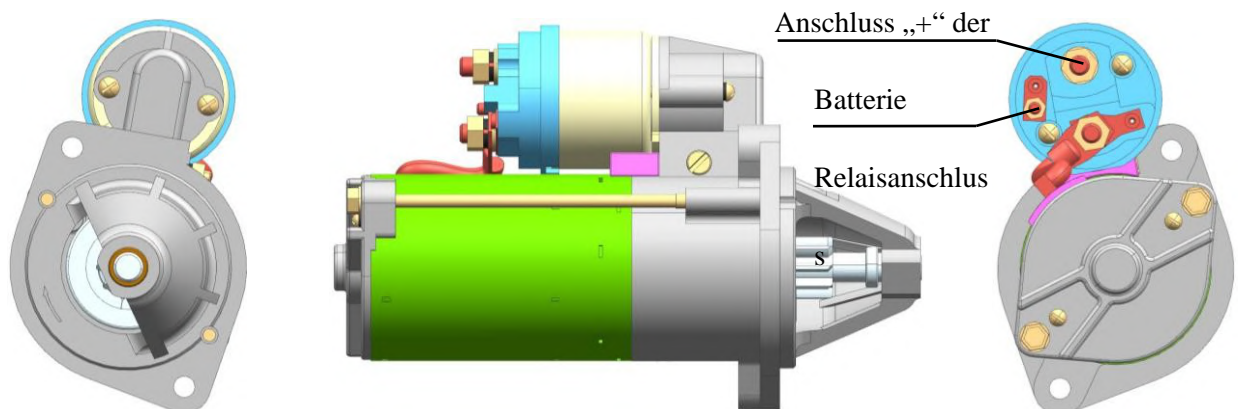

Abb. 76. Anlasser 5112.3708000 OJSC „BATE“
- 5112.3708000 OJSC „BATE“ (Abb. 76).